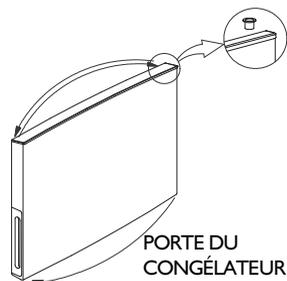

Fig. 8
7. Réinstallez la douille supérieure et le capuchon correspondant (Fig. 8) (Vous pouvez utiliser le nouveau capuchon pour douille fourni dans l'enveloppe contenant le manuel de l'utilisateur). Retirez la douille inférieure et déplacez-la du côté gauche (Fig. 8).
6. Réinstallez la douille supérieure et le capuchon correspondant (Fig. 8). Retirez la douille inférieure et déplacez-la du côté gauche (Fig. 8).